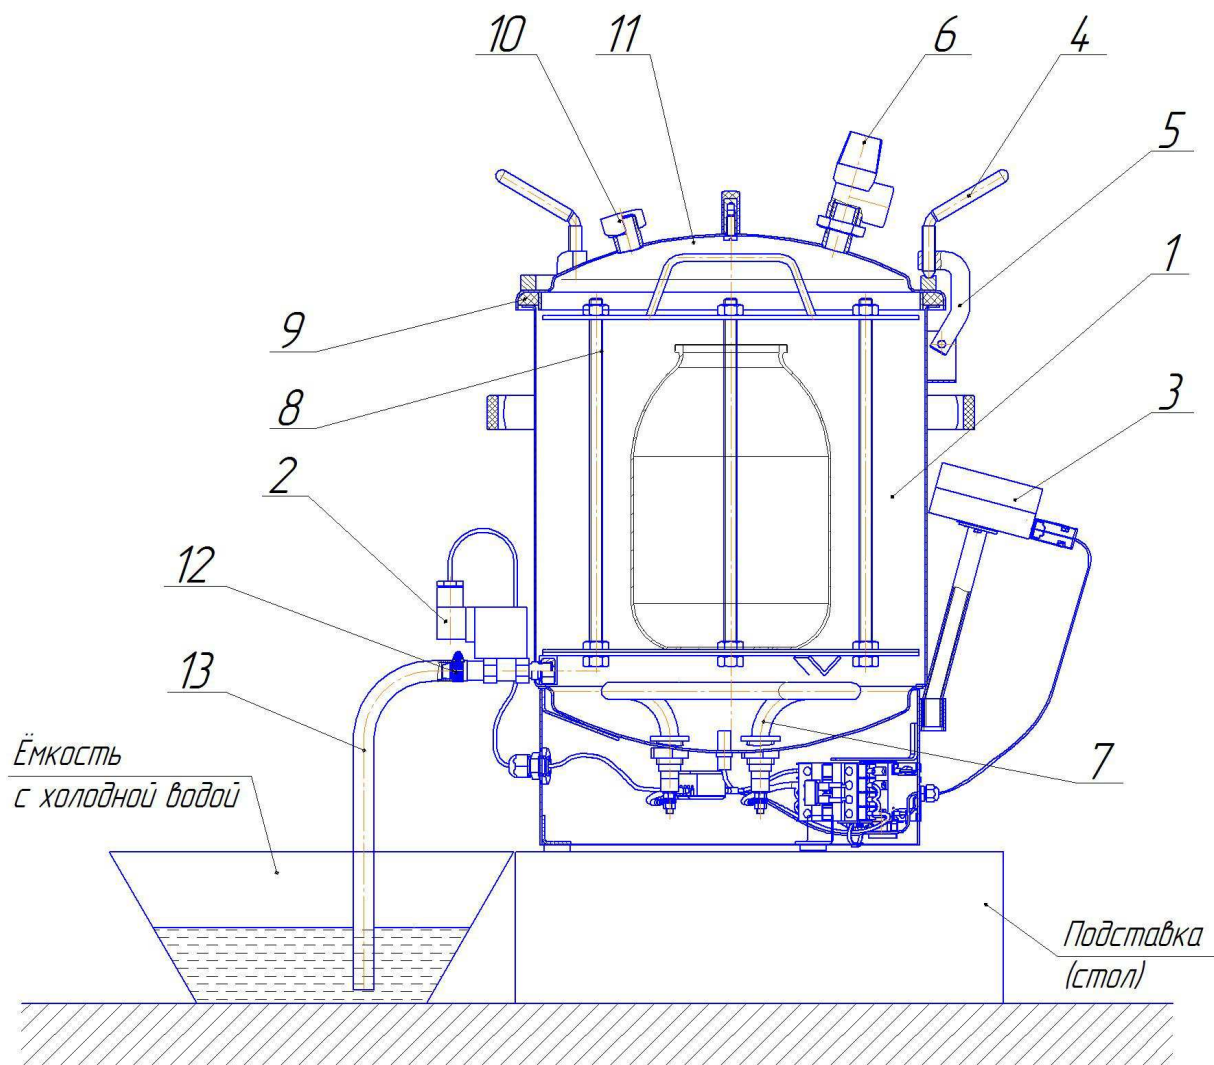
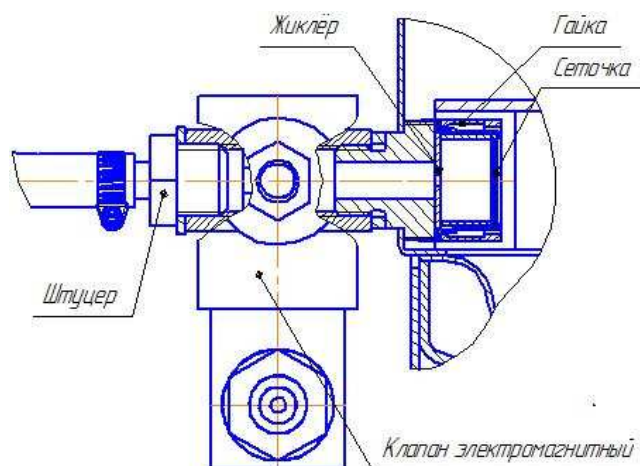

Рисунок 1 — Схема автоклава в сборе
Рисунок 5 — Установка электромагнитного клапана
2.4. Для защиты от брызг и пара при сливе воды с температурой выше 100 °С, конец шланга слива 13 (рис.1) опустить в ведро (или другую ёмкость) с небольшим количеством холодной воды (водяной затвор) и закрепить его (например, привязав шланг к ручке ведра), иначе возможны хаотичные движения шланга с выбросом пара и горячей воды во все стороны в первые минуты слива воды.
■ не откручивать ручки 4 (рис. 1) крышки автоклава;
- при необходимости сбросить давление в автоклаве, повернув головку предохранительного клапана 6 (рис. 1) не достигая щелчка (для предотвращения попадания пара на руку надеть защитную перчатку), до полного прекращения выхода пара;
- отвинтить ручки 4 (рис. 1), отбросить кронштейны 5 и снять крышку 11;
4.2. Установить автоклав на подставку (рис.1).
4.4. Вкрутить штуцер (рис. 5 см. ниже) в клапан. Надеть конец шланга слива 13 (рис.1) на штуцер и закрепить его хомутом 12, другой конец опустить в ведро (или другую ёмкость) с небольшим количеством холодной воды и закрепить его (например, привязав шланг к ручке ведра). Для удобства удаления выливаемой воды заранее установить рядом второе пустое ведро.
4.5. Проверить затяжку заглушки с прокладкой 10 (рис. 1).
**Для этого (см. рис. 5): выкрутить гайку 6 (против часовой стрелки), вынуть жиклёр и сетку, тщательно промыть их проточной водой. После чистки и мойки установить их на место и закрутить гайку.**